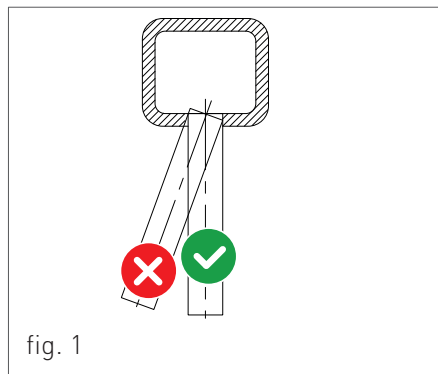

fig. 1
- › Il condotto di scarico deve essere perpendicolare con la parete interna opposta del camino o della canna fumaria (fig. 1).
Per questo tipo di caldaia sono disponibili le seguenti configurazioni di scarico dei fumi: B23, B23p, B33, B53, C13, C33, C43, C53, C63, C73, C83 e C93 (vedi Fig. 1).